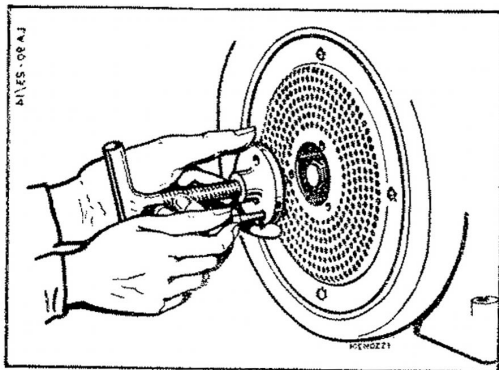

Fig. 9
c) Fissare la piastra dell'estrattore al volano (Fig. 9) avvitando i tre bulloni nei fori filettati.